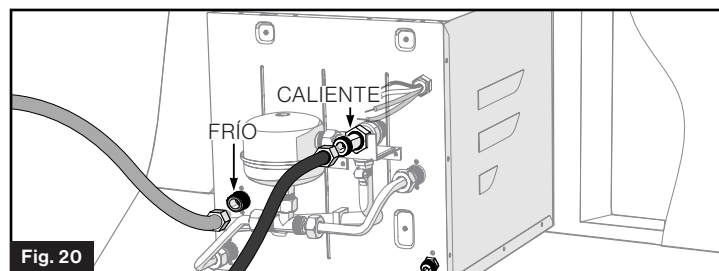

Fig. 20
1. Conecte las líneas de agua FRÍA y CALIENTE a las boquillas NPT de  $\frac{1}{2}$ " adecuadas. (Fig. 20)